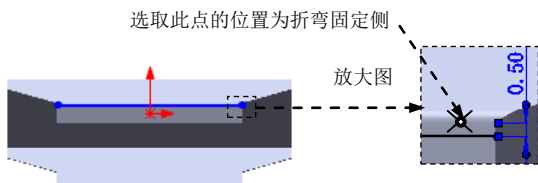

图 11.2.24 固定侧的位置
(3) 定义折弯固定侧。在图 11.2.24 所示的位置处单击，确定折弯固定侧。
(4) 定义钣金参数属性。在 **折弯参数(P)** 区域的  文本框中输入折弯角度值 45.0，在 **折弯位置:** 区域中单击“材料在外”按钮 。
(5) 单击  按钮，完成绘制的折弯 4 的创建。